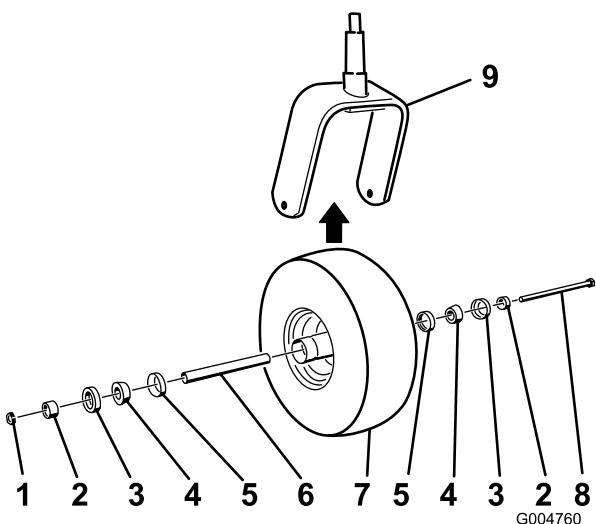

Figura 52
2. Retire la contratuerca del perno que sujeta el conjunto de rueda giratoria en la horquilla (Figura 52).
5. Ensamble la rueda giratoria presionando los cojinetes cónicos y las juntas, llenos de grasa, sobre el cubo de la rueda, según se muestra en Figura 52.